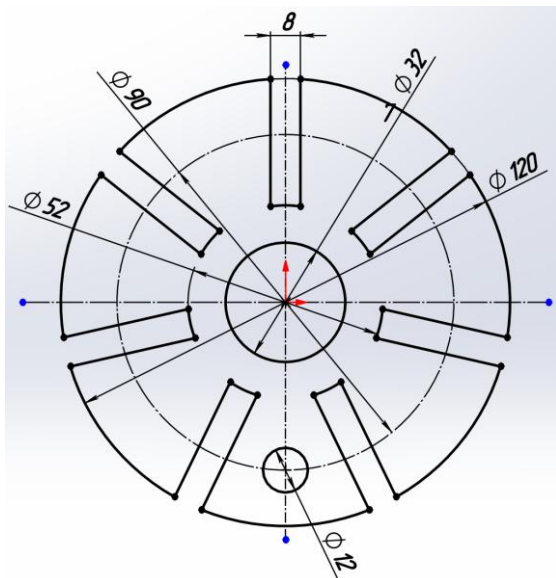
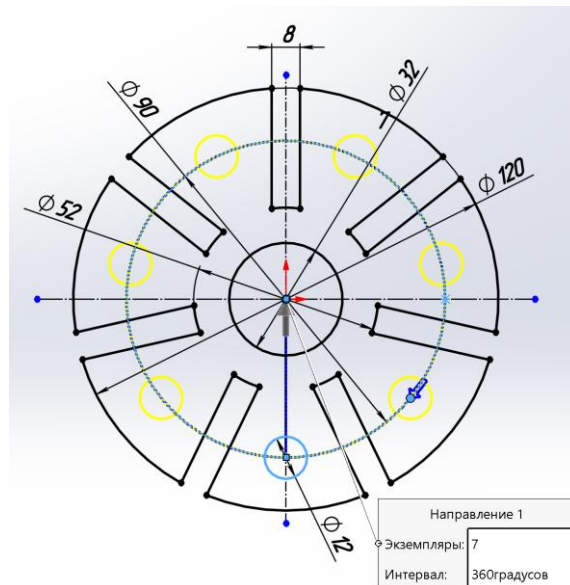

Рисунок 2.15 – Побудова об'єкта
Рисунок 2.16 – Створення кругового масиву
10. Далі будуємо коло діаметром 12 мм. Коло будуємо в місці де є перетин осьової з колом, по якому буде будуватись круговий масив (рис. 2.15). Аналогічно створюємо ще один **Круговий масив** (рис. 2.16).